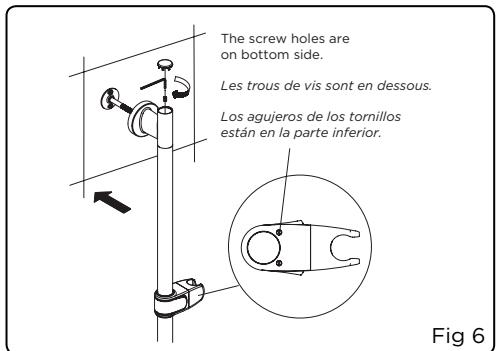

Fig 6
6. Place and hold the slide bar with slide body onto the post; it should "click" into place. Tighten the set screw with supplied hex wrench, then press the cap (Fig 6).
- NOTE:** When installed correctly, the slide body will have screw holes located on the bottom side. See Fig 6.
6. Placer la barre avec le support coulissant sur la fixation et la pousser en place. Un clic devrait se faire entendre. Serrer la vis de pression avec la clé hexagonale fournie, puis poser le capuchon (fig. 6).
- REMARQUE:** Si l'installation a été bien faite, les trous de vis sont en dessous du support coulissant (voir la figure 6).
- Ponga y sujetete la barra con la pieza deslizante en la sujeción; deberán encajar. Apriete el tornillo de presión con la llave hexagonal y presione el tapón (fig. 6).